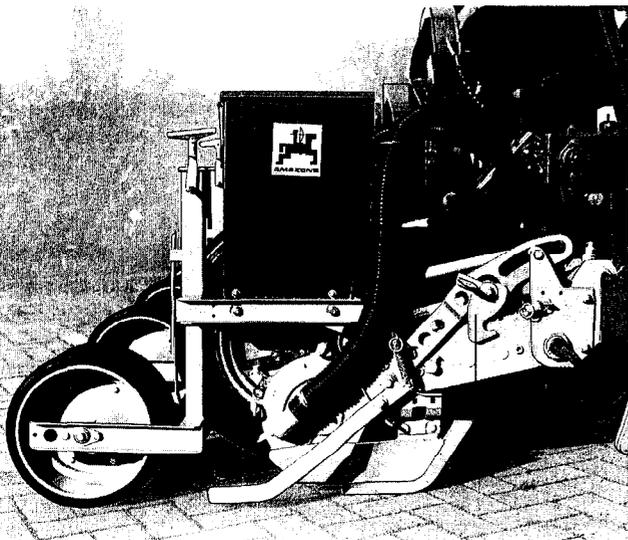

Fig. 36
- Säaggregat langsam absenken und Klinke (Fig. 36/1) in die in Fig. 36 dargestellte Position verschwenken.